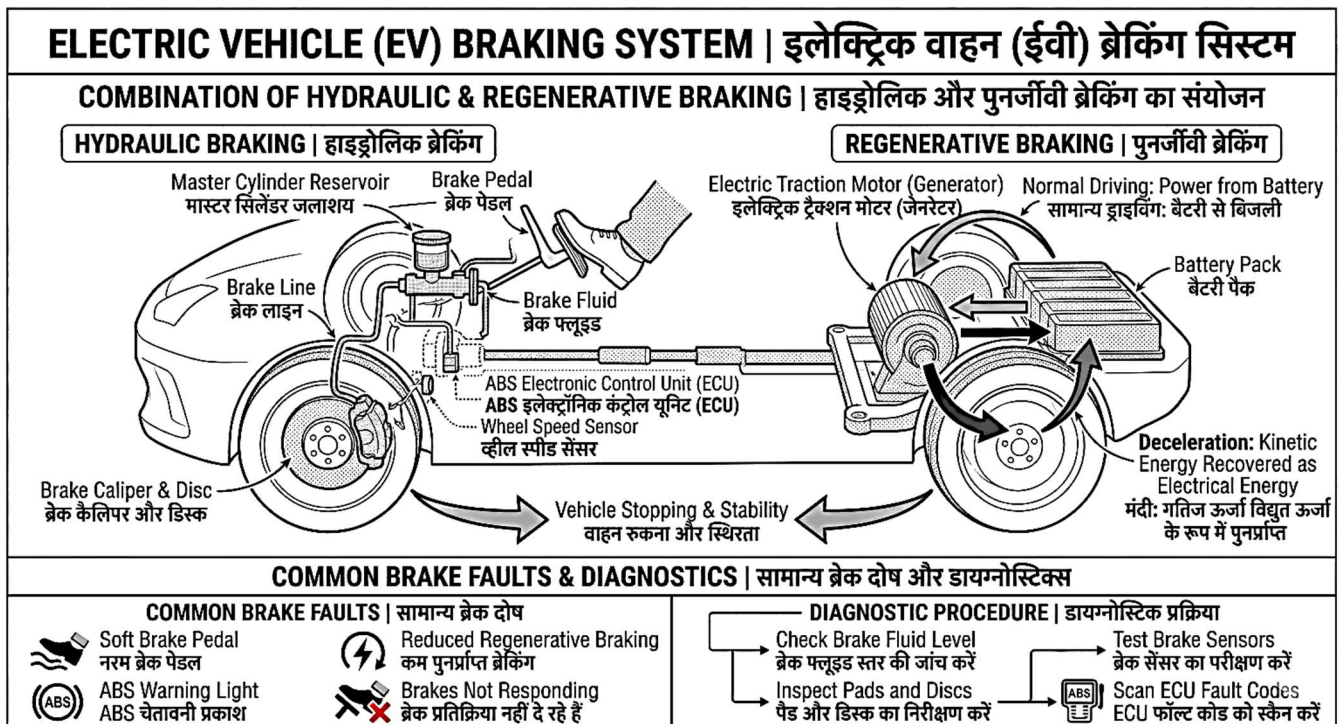

Fig. 6.4: Electric Braking System Overview | इलेक्ट्रिक ब्रेकिंग सिस्टम का अवलोकन
6.4.1 Introduction (Fig.6.4)
6.4.1 परिचय (Fig.6.4)